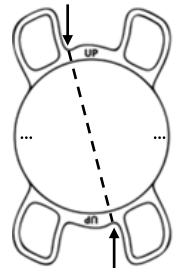

Abbildung 2: Vorderansicht der Linse mit Darstellung der korrekten Lage der Einbuchtungen sowie der flachen Zylinderachse auf 180°.
- Bei der Implantation ist auf die korrekte anteriore/posteriore Ausrichtung der IOL zu achten: Die IOL ist lagerichtig implantiert, wenn eine gedachte Verbindungslinie zwischen den zwei kleinen gegenüberliegenden Einbuchtungen am Optikrand von links oben nach rechts unten verlaufen und die Gravur „UP“ lesbar ist (siehe Abbildung 2).
- Für die Korrektur des Hornhautastigmatismus wird die Achsmarkierung der IOL (Meridian mit niedrigster Wirkung, r_1) auf die steile Achse der Hornhaut gedreht (Abbildung 2).